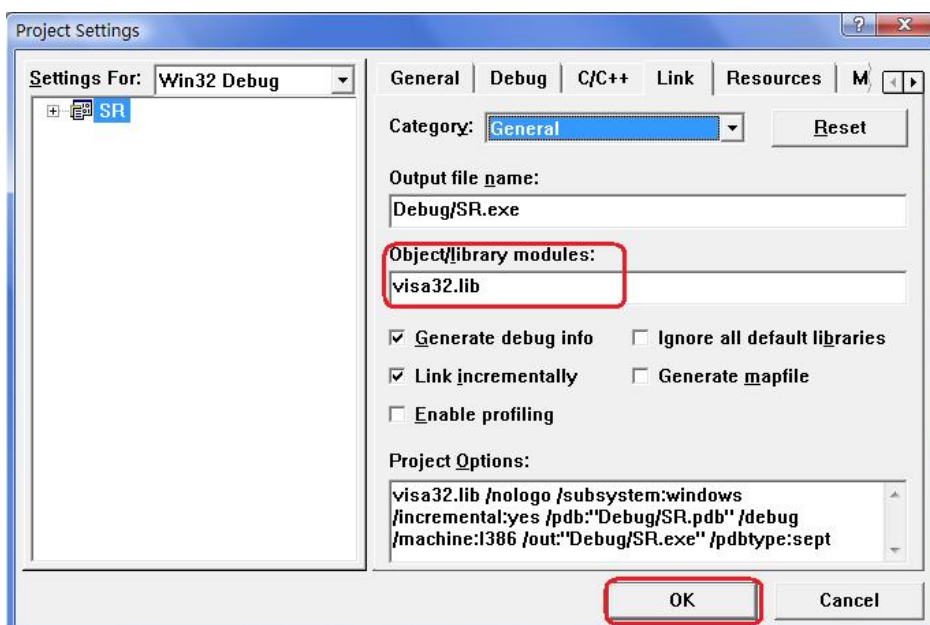

图 4-1-2
3. 打开Project->Settings中的Link选项卡，在Object/library modules框中手动添加visa32.lib。点OK关闭对话框。如图4-1-2所示。